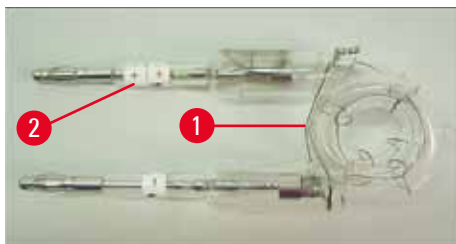
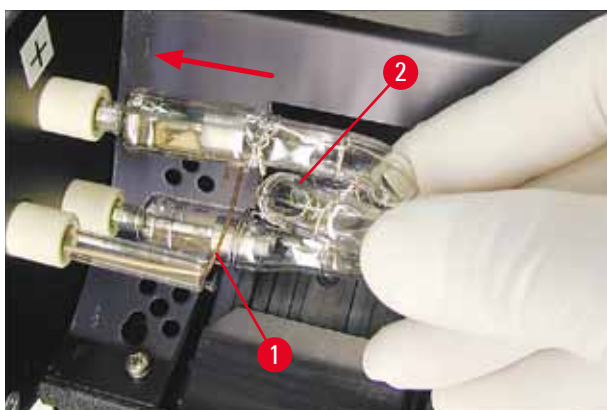

Fig. 18
Fig. 20
2. Sæt den nye blitzlampe (→ "Fig. 18") i fatningen (→ "Fig. 17-3"). Tryk den derefter forsigtigt så langt ind, den kan komme (→ "Fig. 20") (polaritetsmærket (+) må ikke være synligt). Bevæg om nødvendigt forsigtigt blitzlampen op og ned.